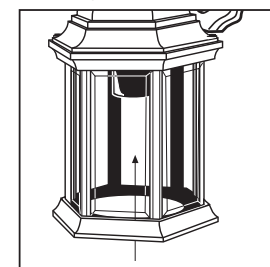

Figure 5
- Si l'applique est sans fond, insérer la ou les ampoules par l'ouverture du bas (voir la figure 5).